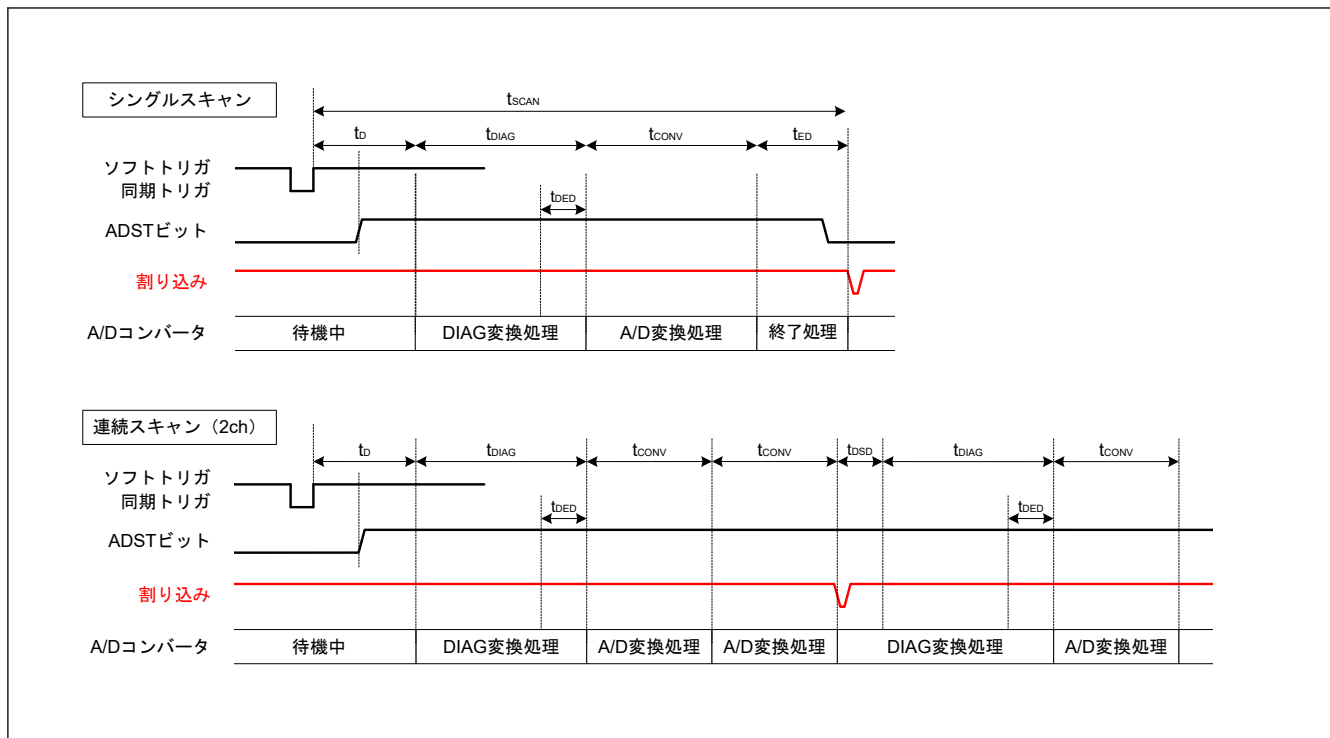
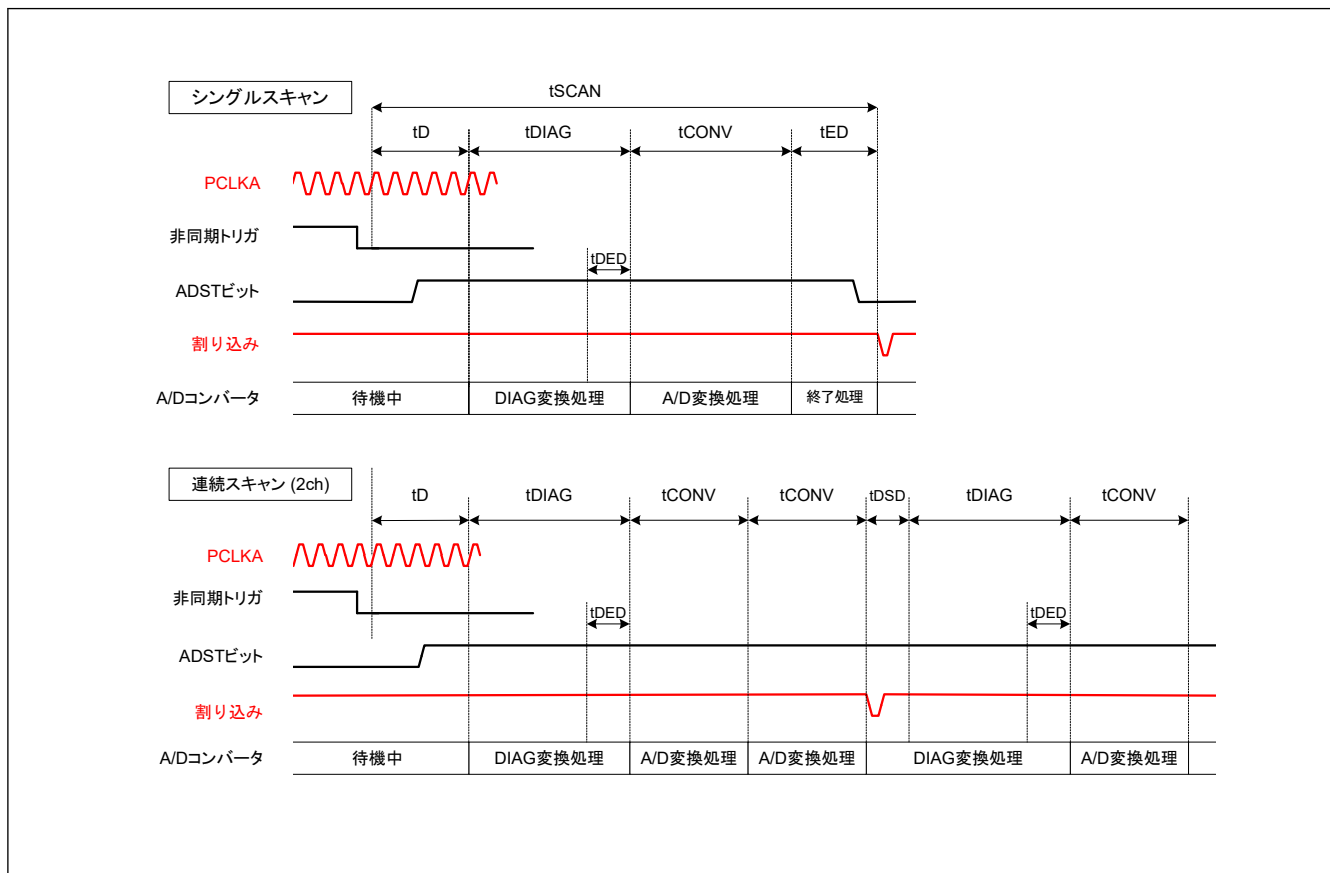

図 40.31 スキャン変換のタイミング (ソフトウェア起動または同期トリガ入力 (ELC) 起動の場合)
図 40.32 スキャン変換のタイミング (非同期トリガ入力 (ADTRG0) 起動の場合)
図 40.31 に、ソフトウェアトリガまたは同期トリガ (ELC) 起動によりスキャン変換を行う場合のタイミングを示します。また、図 40.32 に、非同期トリガ (ADTRGn (n = 0, 1)) 起動によるスキャン変換を行う場合のタイミングを示します。スキャン変換時間 ( $t_{SCAN}$ ) はスキャン変換開始遅延時間 ( $t_D$ )、断線検出アシスト処理時間 ( $t_{DIS}$ )(注1)、自己診断変換時間 ( $t_{DIAG}$  および  $t_{DSD}$ )(注2)、A/D 変換処理時間 ( $t_{CONV}$ )、スキャン変換終了遅延時間 ( $t_{ED}$ ) を含めた時間となります。
- 注 1. tD、tSPLSH、tDIAG、tCONV、tED の各タイミングについては、図 40.31 および 図 40.32 を参照してください。